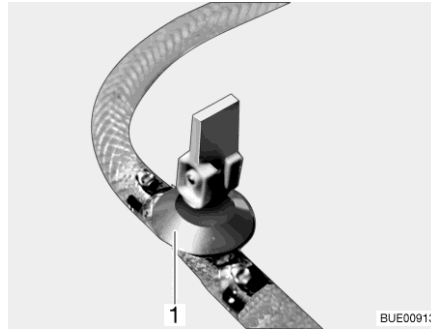
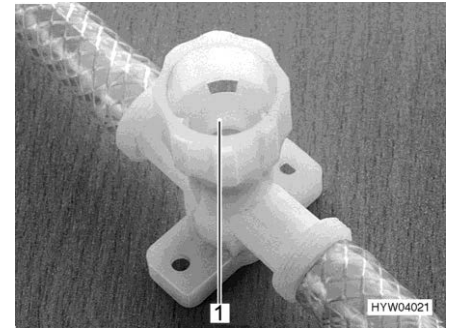

Bild 259 Ablasshahn (mit Kipphebel)
Bild 260 Ablasshahn (mit Drehkappe)
- Alle Ablasshähne öffnen. Dazu den Kipphebel des Ablasshahns (Bild 259,1) senkrecht stellen oder die Kappe des Ablasshahns (Bild 260,1) entgegen dem Uhrzeigersinn drehen.